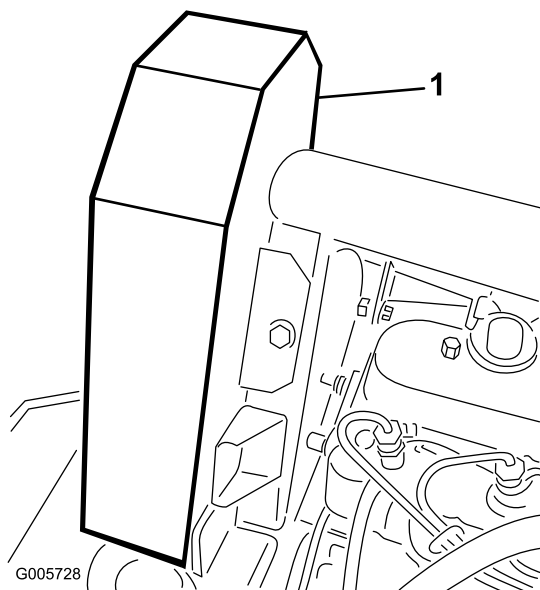

Figure 64
2. Enlevez les vis (5) de fixation du couvercle de la courroie du ventilateur et enlevez le couvercle (Figure 64).
5. Montez le couvercle de la courroie de ventilateur et fixez-le en place avec les vis (Figure 64). Refermez et verrouillez le capot.
4. Montez le couvercle de la courroie de ventilateur et fixez-le en place avec les vis (Figure 64). Refermez et verrouillez le capot.